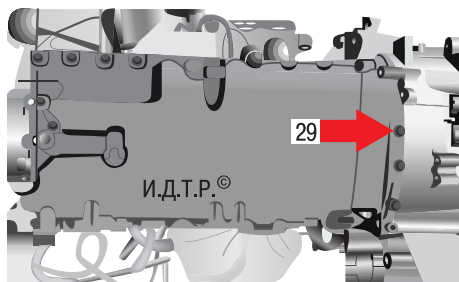

Рис. 5.47. Расположение болтов крепления масляного картера двигателя Duratec-V15 объемом 2,5 л
4. Выверните двадцать девять болтов (рис. 5.47) крепления масляного картера к блоку цилиндров двигателя, аккуратно подденьте отверткой и снимите масляный картер.